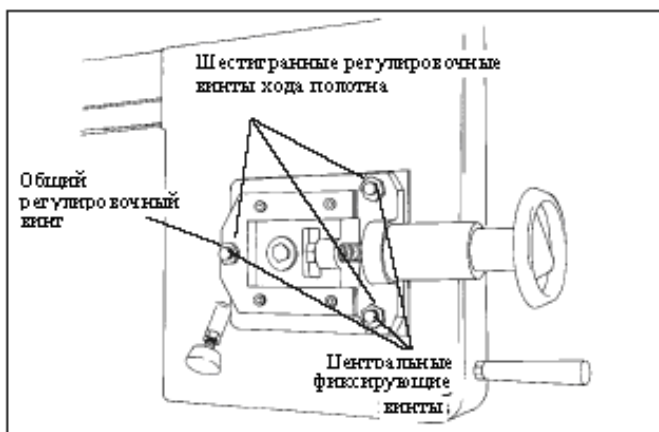

Рисунок 10: Ход и натяжение полотна
Ход полотна был проверен на заводе. Если полотно правильно используется и правильно соединено, то регулировка может потребоваться в редких случаях. (Смотрите Рисунок 10 для нахождения регулировочных винтов для хода полотна).
5. Ослабьте центральные фиксирующие винты на всех трех шестигранных регулировочных винтах на механизме натяжения полотна (рисунок 10).